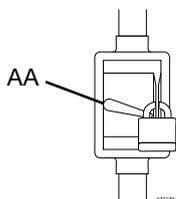

図 8: 切断装置
注: 配線前に、切断装置 (AA) が遮断およびロックアウトされていることを確認してください。図 8 を参照してください。